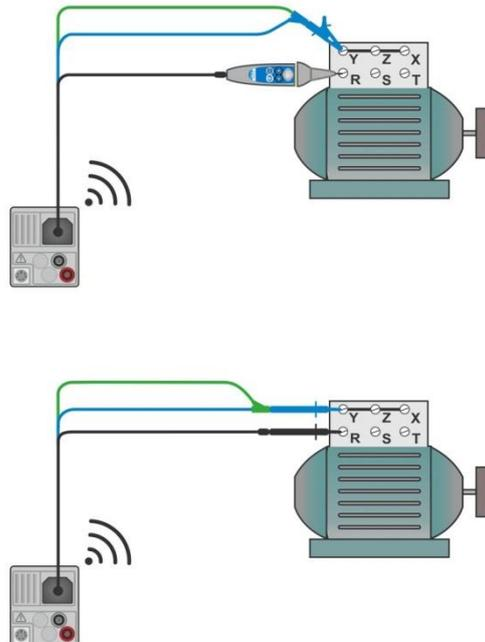

Abbildung 7.18: Commander-Prüfspitze und der Dreileiter-Prüfleitung Anwendungen
- › Schließen Sie die Prüflleitungen am Prüfling an, siehe **Abbildung 7.18**.